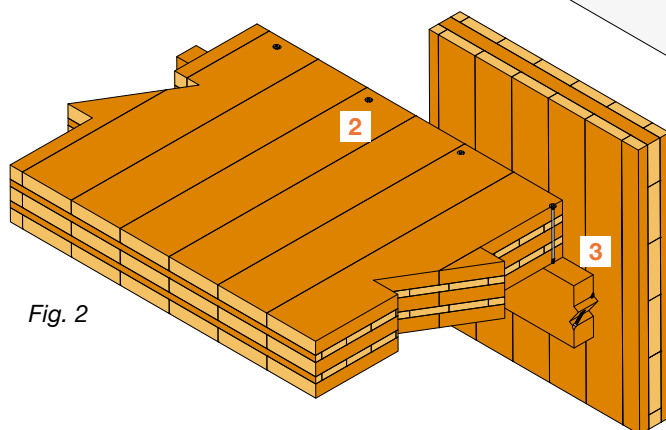

Fig. 2
- quando este é de madeira, privilegiam-se os parafusos tipo **ESCR, ESCRC, ESCRFTC, ESCRFTZ** (fig. 2).